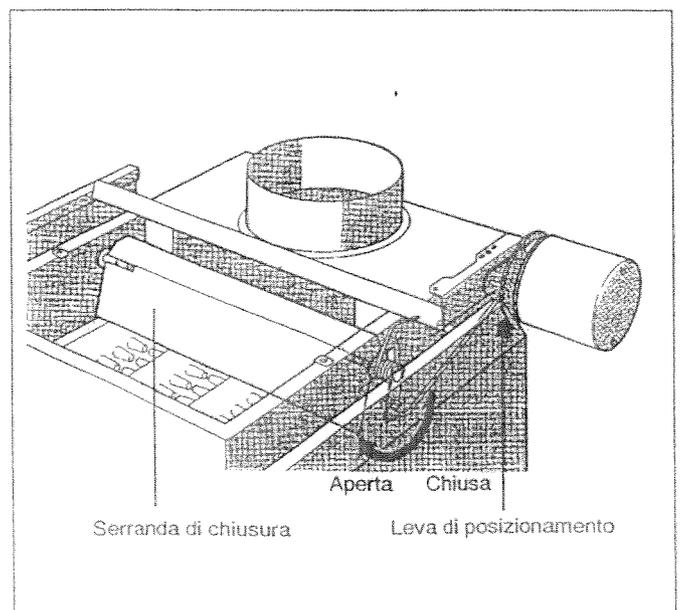

Fig. 25: Serranda di chiusura
- In caso di fabbisogno di calore, la serranda di chiusura deve essere posizionata su "ON". Verificare questa impostazione in base al movimento della leva di posizionamento (Fig. 25). Il bruciatore deve entrare in funzione solo dopo il raggiungimento della posizione "ON".